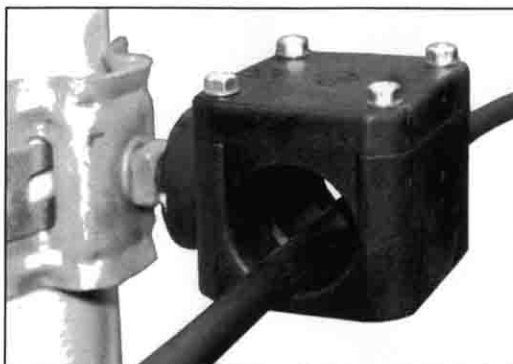

Figura 8
- 6.01. Coloque el cable dentro del Soporte sin los manguitos, y junte la tapa para impedir que el cable se escape durante el tendido (figura 8).